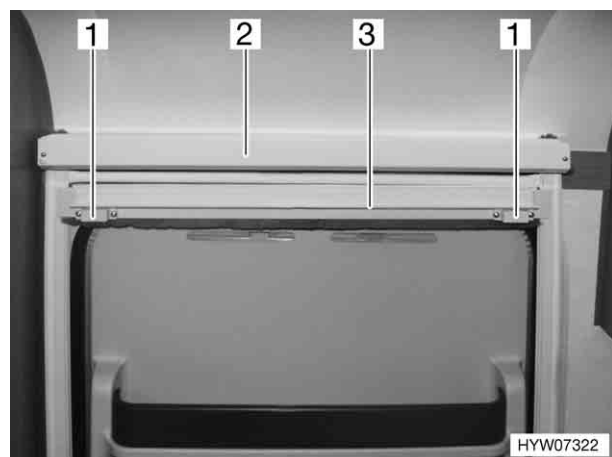

Fig. 14 Zanzariera a rullo, porta di ingresso
La zanzariera a rullo della porta di ingresso si trova nella cassetta superiore (Fig. 14,2).
- Tirare la zanzariera a rullo (Fig. 14,3) verso il basso agendo sul listello, finchè le calamite (Fig. 14,1) non aderiscono alla guida di metallo sul pavimento.
- Tirare leggermente il listello (Fig. 14,3) verso l'alto finchè le calamite non si staccano e ricondurre lentamente la zanzariera a rullo nella cassetta.